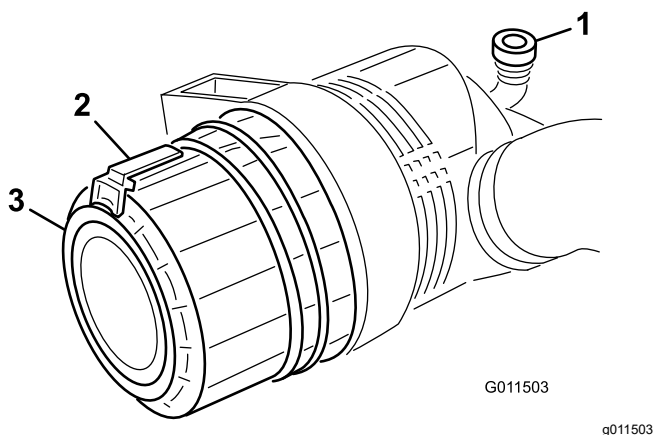

Figura 49
1. Tirate il fermo verso l'esterno e ruotate il coperchio del filtro in senso antiorario (Figura 49).